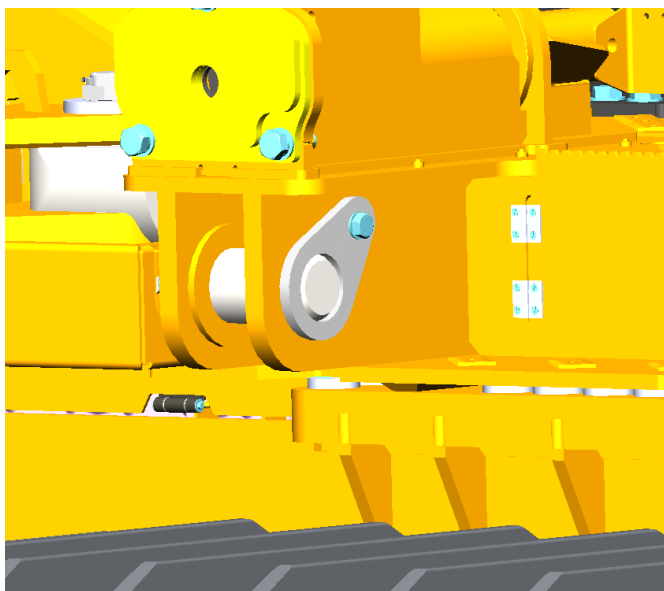

Рисунок 3.72. Установка левой консоли портала
- Извлечь палец из левой консоли портала (рис. 3.72).